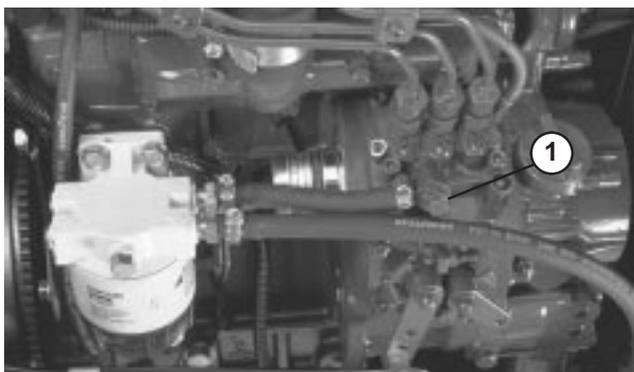

Figure 40
3. Desserrez la vis de purge sur la pompe d'injection (Fig. 40).